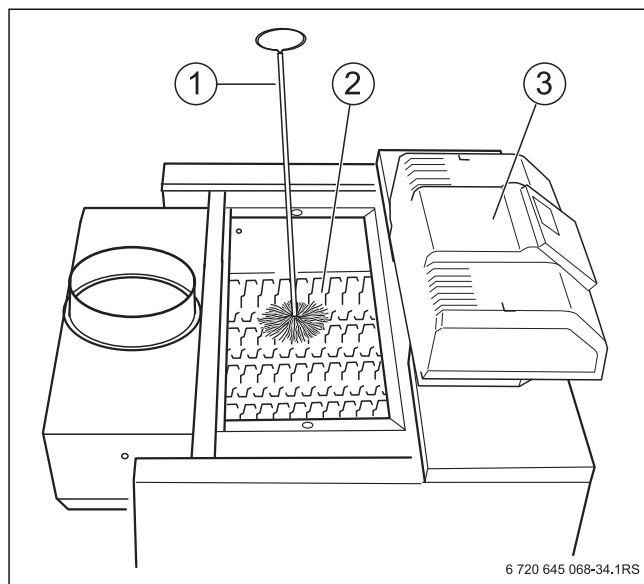

Рис. 42 Чистка газоотводящих каналов
- ▶ Снимите крышку люка для чистки с коллектора дымовых газов (→ рис. 42 [2], стр. 37).